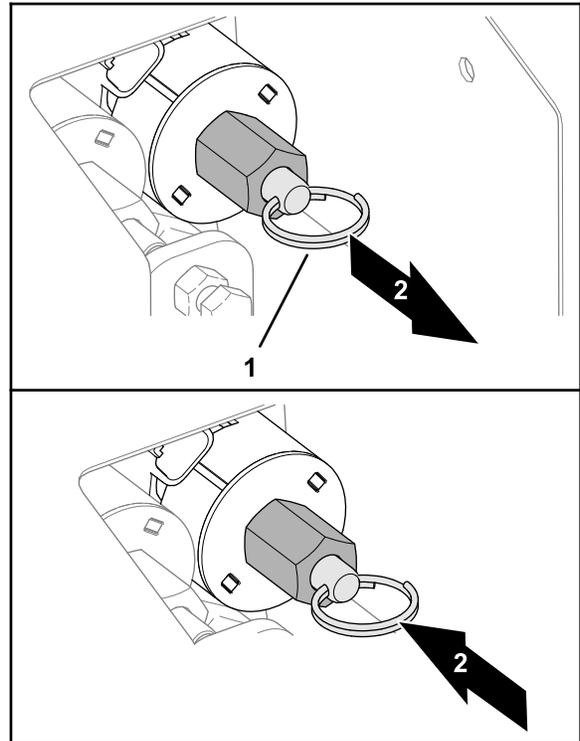

図 36
- ホッパー **図 36** を下降させるには、バルブシステムのリングを引っばります。
- ホッパー **図 36** を上昇させるには、バルブシステムのスプリットリングを押し込みます。